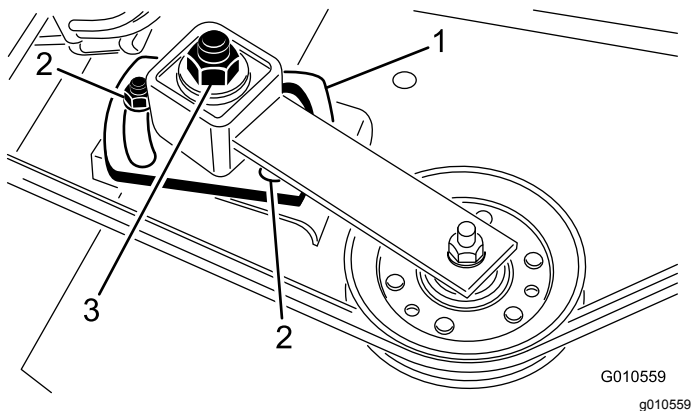

Figura 29
5. Utilize uma chave e chave dinamométrica para apertar porca de ajuste intermédia a 47 a 54 N·m (Figura 29).